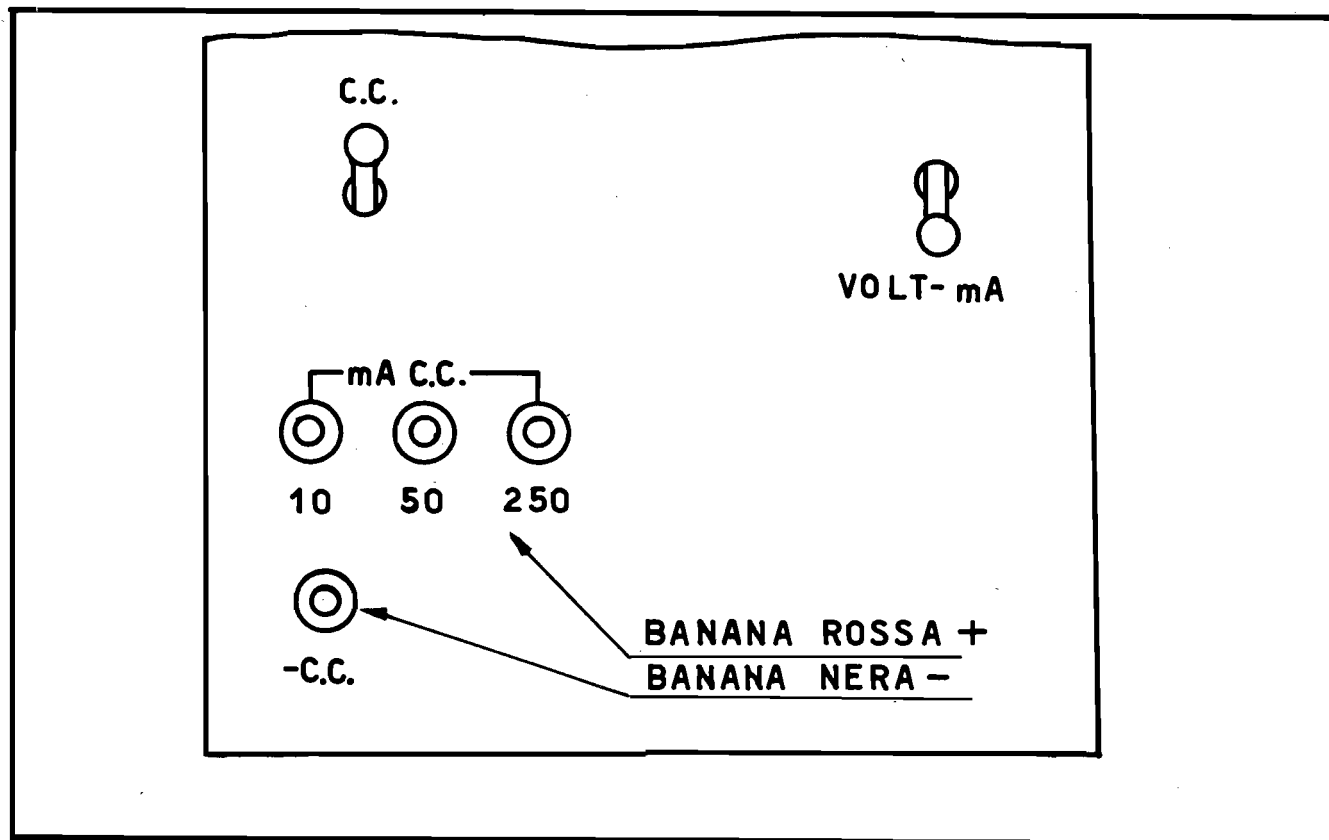

Fig. 8
- 3) Banana rossa in una delle boccole A-B-C, a seconda della portata, e banana nera nella boccia H (fig. 8).